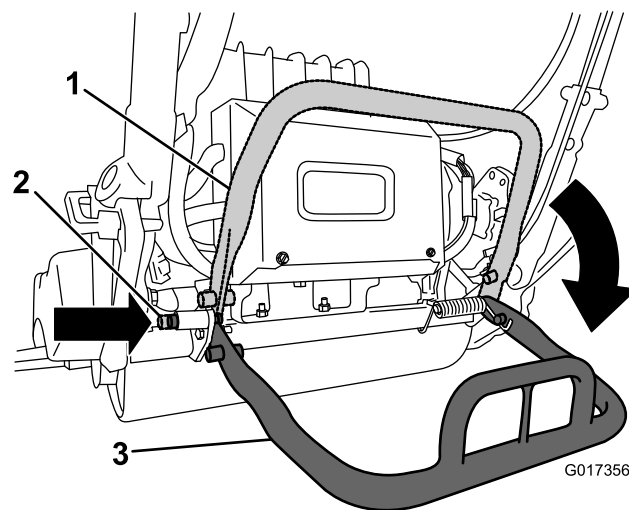

Figura 6
2. Abbassate il cavalletto e premete il perno di bloccaggio per fissarlo in posizione di servizio (Figura 6).